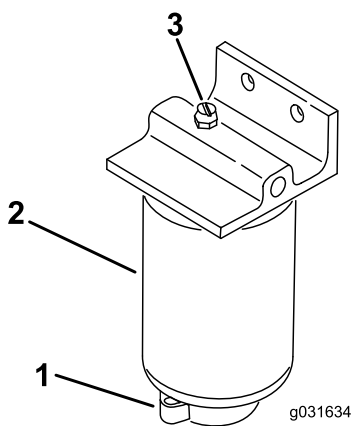

Bild 50
2. Lösen Sie das Ablassventil an der Unterseite des Filters (Bild 50).
1. Reinigen Sie den Anbaubereich des Filters (Bild 50).